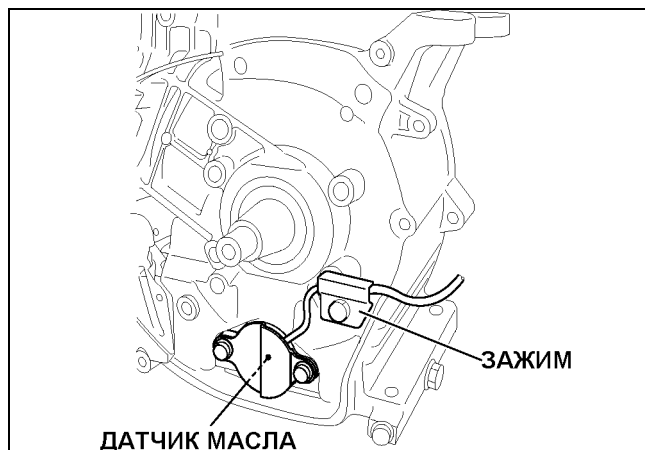

Рис. 5-25
| 28 | Датчик масла (дополнительное оборудование) | (1) Удалите зажим. (См. рис. 5-25) (2) Извлеките масляный датчик из корпуса двигателя. | M6 x 12 мм: 1 шт. M6 x 16 мм: 2 шт. |